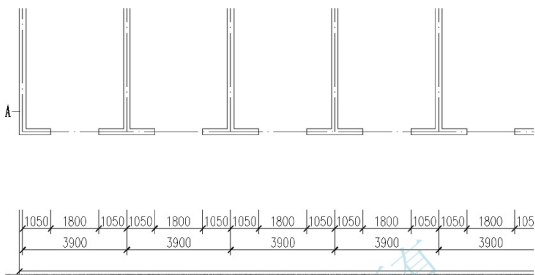

图 3.61 向左延伸尺寸线
(1) 单击【修改】工具栏上的【延伸】图标  (快捷键 EX)。
(2) 在**选择对象或<全部选择>**: 提示下,选择图 3.61 所示的外墙外边线 A,则 A 墙线变虚,表示外墙线 A 被指定作为延伸边界。
(3) 按 Enter 键进入下一步。
(4) 在**选择要延伸的对象,或按住 Shift 键选择要修剪的对象,或 [栏选(F)/窗交(C)/投影(P)/边(E)/放弃(U)]**: 提示下,输入“E”并按 Enter 键。
(5) 在**输入隐含边延伸模式 [延伸(E)/不延伸(N)]<不延伸>**: 提示下,输入“E”并按 Enter 键,表示沿自然路径延伸边界。
(6) 在**选择要延伸的对象,或按住 Shift 键选择要修剪的对象,或 [栏选(F)/窗交(C)/投影(P)/边(E)/放弃(U)]**: 提示下,单击第 3 道尺寸线的左端点,这时第 3 道尺寸线左边的尺寸界线延伸到外墙线 A 处,结果如图 3.61 所示。
(7) 按 Enter 键,结束【延伸】命令。